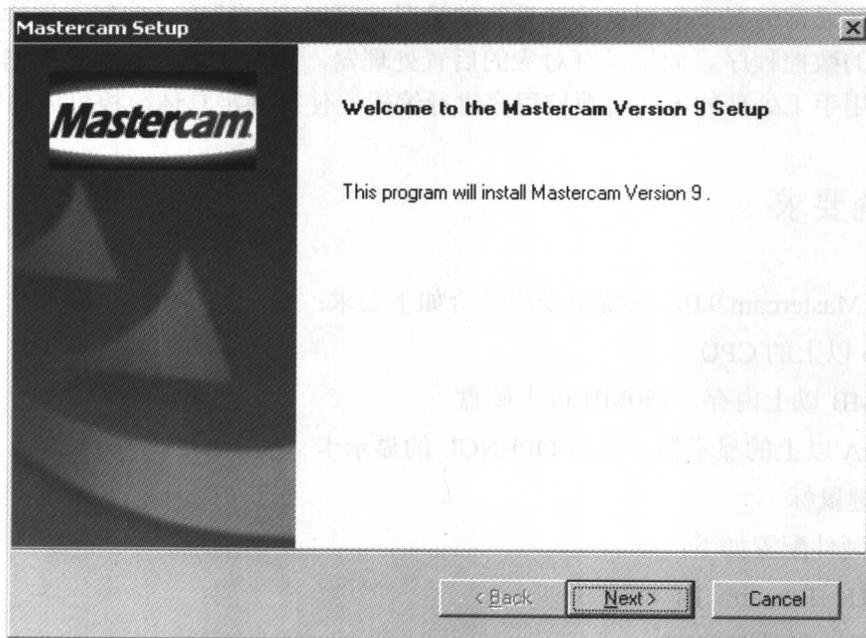

图 1-2 对话框
2. 在如图 1-2 所示的对话框中单击【Next】按钮，继续安装。